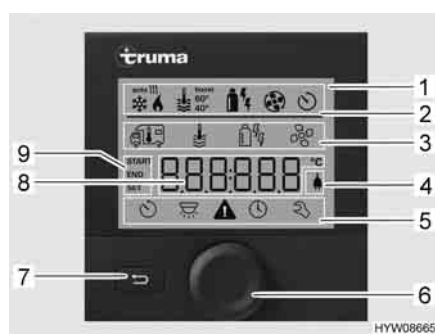

Fig. 121 Centralina di controllo con indicazioni
- Riga di stato (Fig. 121,2)
- Riga di menu in alto (Fig. 121,3)
- Area di indicazione (Fig. 121,8)
- Riga di menu in basso (Fig. 121,5)
- Premere la manopola/il pulsante (Fig. 121,6) per circa 3 secondi. Vengono visualizzate entrambe le righe di menu (Fig. 121,3 e Fig. 121,5). Il primo simbolo lampeggia.
- Ruotare la manopola/il pulsante (Fig. 121,6), finché viene visualizzato il simbolo del menu desiderato.
- Premere la manopola/il pulsante per memorizzare il valore impostato. Se il valore impostato originariamente non deve essere modificato: Premere il tasto indietro (Fig. 121,7).
- Ruotare la manopola/il pulsante (Fig. 121,6), finché il simbolo del menu del riscaldamento (Fig. 122,1) lampeggia.
- Premere la manopola/il pulsante per memorizzare il valore impostato. Il simbolo nella riga di stato lampeggia (Fig. 121,2), finché viene raggiunta la temperatura impostata. Se il valore impostato originariamente non deve essere modificato: Premere il tasto indietro (Fig. 121,7).
- Ruotare la manopola/il pulsante (Fig. 121,6), finché il simbolo del menu relativo alla modalità di funzionamento (Fig. 122,3) lampeggia.
- Premere la manopola/il pulsante per memorizzare la modalità di funzionamento impostata. Se il valore impostato originariamente non deve essere modificato: Premere il tasto indietro (Fig. 121,7).
- Ruotare la manopola/il pulsante (Fig. 121,6), finché il simbolo del menu delle ventole (Fig. 122,4) lampeggia.
- Ruotare la manopola/il pulsante (Fig. 121,6), finché il simbolo del menu del timer (Fig. 122,6) lampeggia.